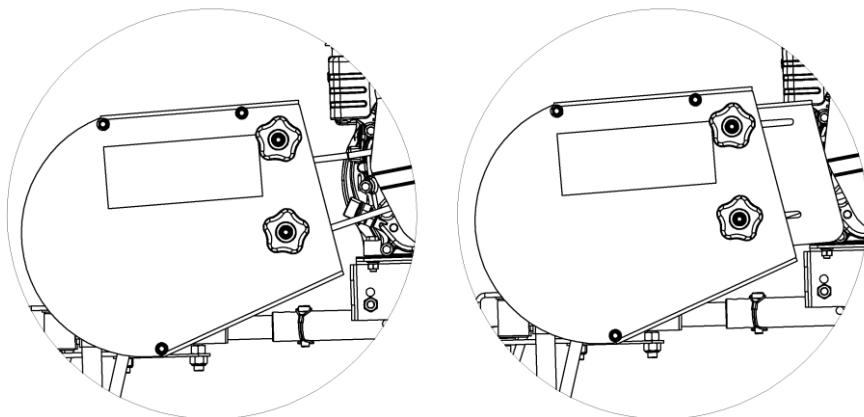

Рис.8. Схема крепления дополнительного щитка к дровоколу
12) Выдвиньте щиток дополнительной защиты ремня, закрыв ремень, зафиксируйте двумя гайками крыльчатыми рис.8.